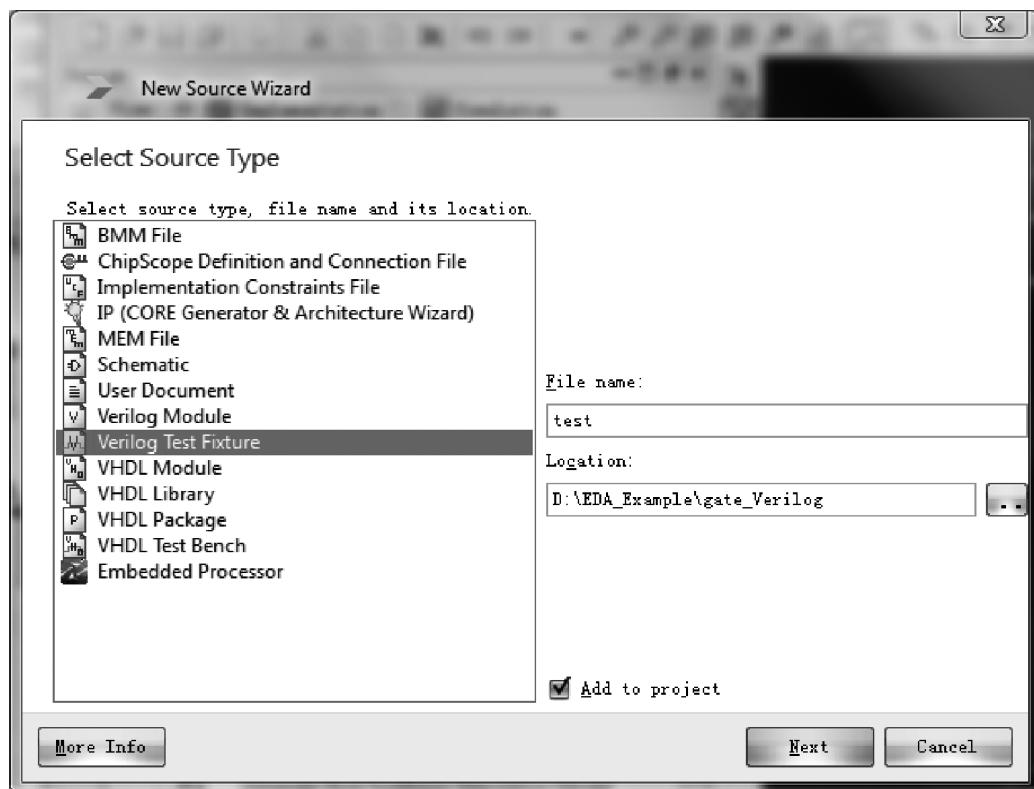
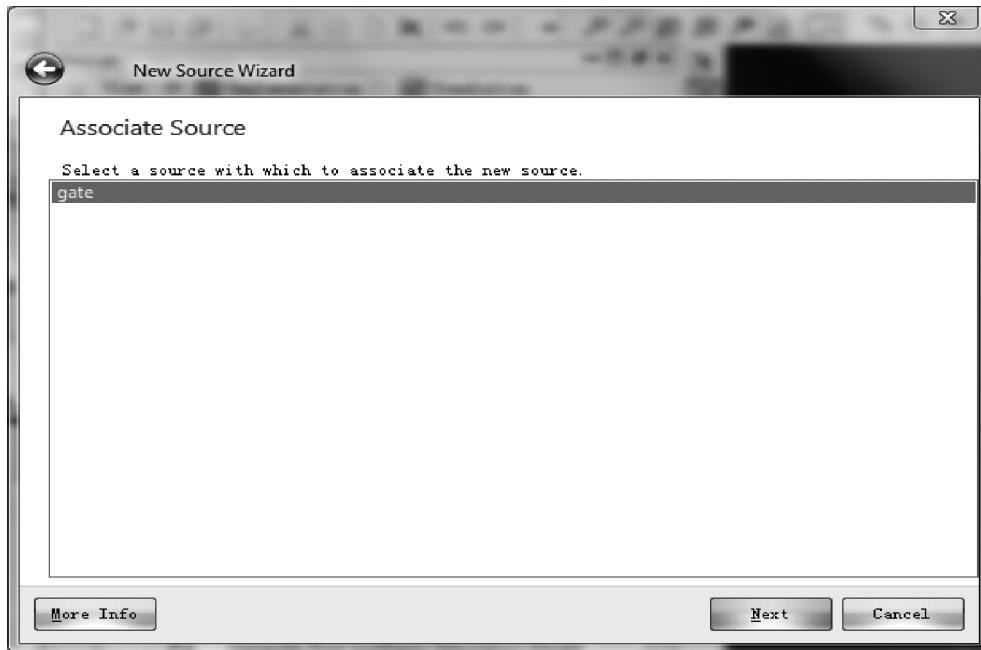
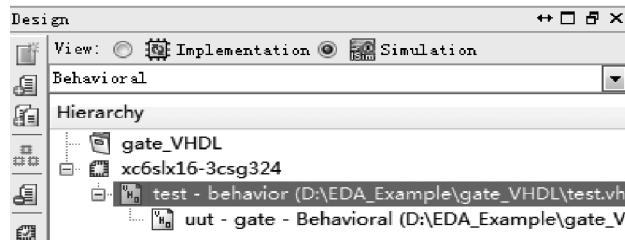

图 3.33 添加 test.v 仿真文件
图 3.34 关联设计文件
图 3.37 新添加了 test.vhd 文件
- (2) 如图 3.33 所示，出现 New Source Wizard-Select Source Type 界面，在该界面内按如下参数设置：①在左侧选择 Verilog Test Fixture；②File name：test。
- (3) 单击 Next 按钮。
- (4) 如图 3.34 所示，出现 New Source-Associate Source(新源文件-关联源文件)界面，选择需要仿真的设计文件，在该设计中，只有一个设计文件 gate。如果一个设计中，有多个设计文件，则需要手工选择要仿真的设计文件。
- (1) 类似地,选择 gate.vhd 文件,单击右键,出现浮动菜单,选择 New Source。
- (2) 如图 3.33 所示,出现 New Source Wizard-Select Source Type 界面,在该界面内按如下参数设置:①在左侧选择 VHDL Test Bench;②File name: test。
(4) 如图 3.34 所示,出现 New Source-Associate Source(新源文件-关联源文件)界面,选择需要仿真的设计文件,在该设计中,只有一个设计文件 gate。如果一个设计中,有多个设计文件,则需要手工选择要仿真的设计文件。
- (5) 单击 Next 按钮。
- (6) 出现 New Source-Summary(新源文件-总结)界面。生成的仿真文件的名字为 test.vhd。
- (7) 单击 Finish 按钮。
- (8) 如图 3.37 所示,在 Hierarchy 窗口下,新添加了 test.vhd 文件,并且自动打开 test.vhd 文件。